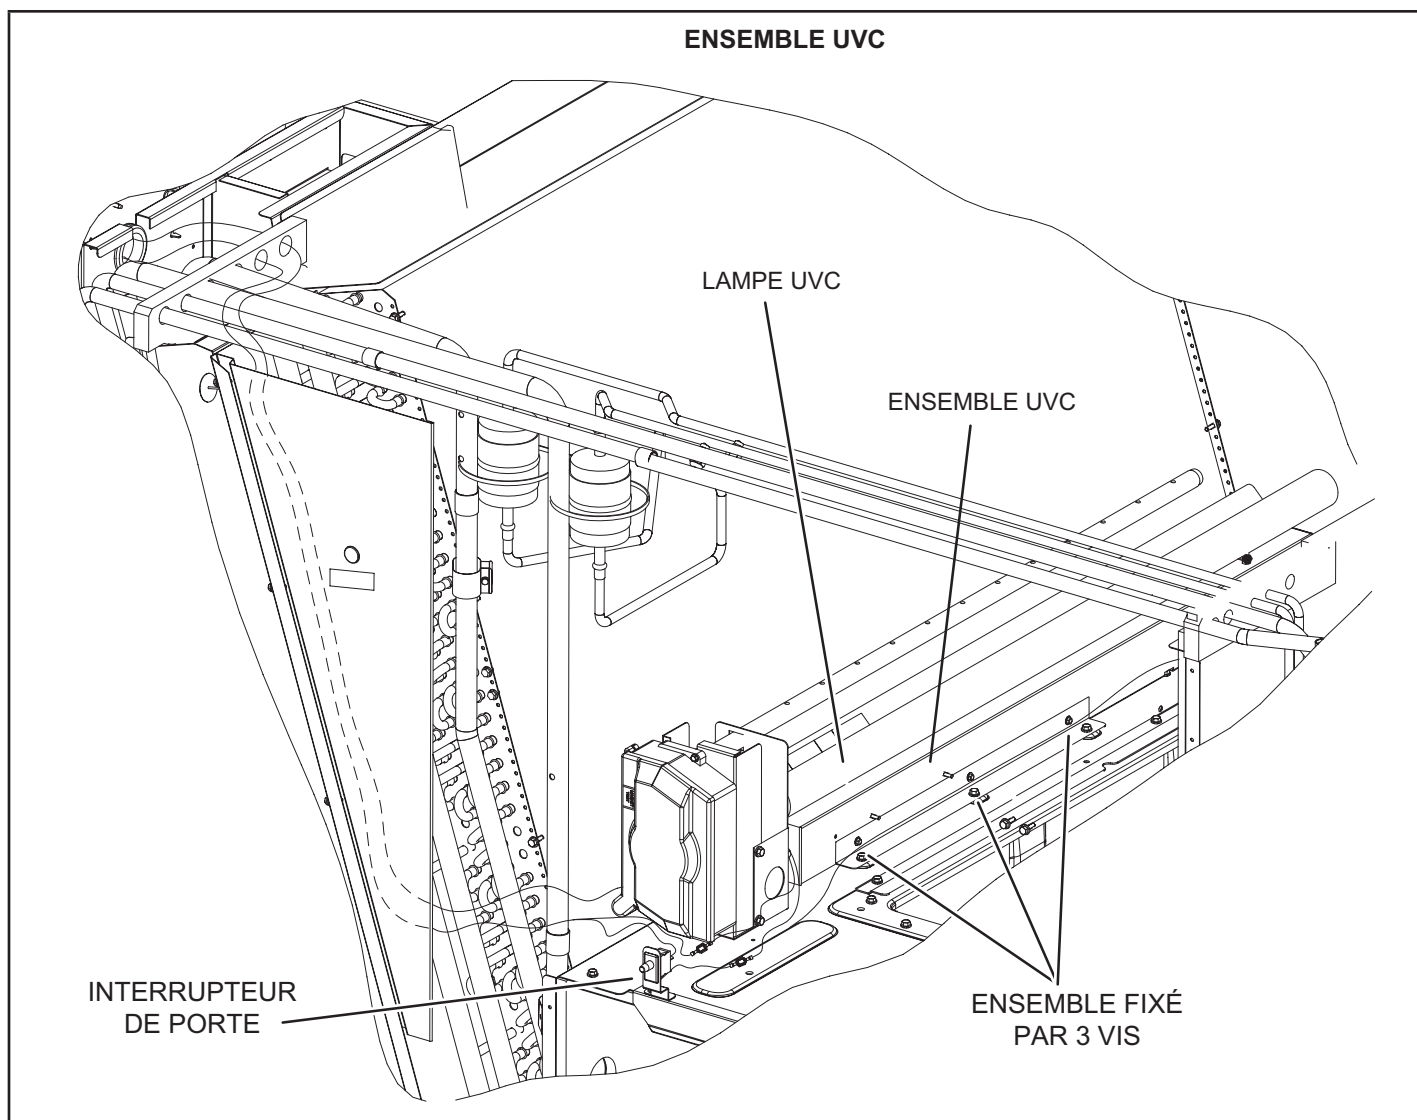

FIGURE 47
Lorsque la lampe UVC est installée en usine, elle est expédiée dans de la mousse. La lampe est fixée à l'ensemble UVC sur le support du ventilateur. Reportez-vous à la FIGURE 47. Retirez la lampe et installez-la dans le dispositif pour lampe UVC en suivant les étapes 2 à 11.
- 5 - Retirez et conservez les 3 vis qui fixent l'ensemble UVC. Sortez délicatement l'ensemble UVC en le faisant glisser par la porte d'accès au ventilateur. Reportez-vous à la FIGURE 47.
- 8 - Placez délicatement l'ensemble UVC sur le support du ventilateur. Alignez les trous de fixation de l'ensemble UVC sur les trous de fixation du support du ventilateur. Voir FIGURE 47. Utilisez les vis fournies pour fixer l'ensemble UVC.